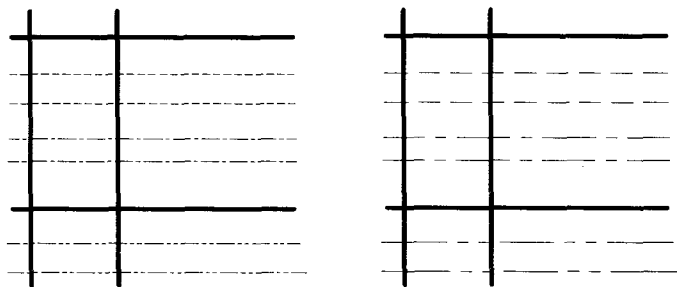

图1-1
4. 关闭栅格，打开正交模式及线宽显示，分别在轮廓线层、中心线层、虚线层及双点划线层上绘制线段，设置线段的长度约为 500，结果如图 1-1 中的左图所示。设定全局线型比例因子为 3，结果如图 1-1 中的右图所示。